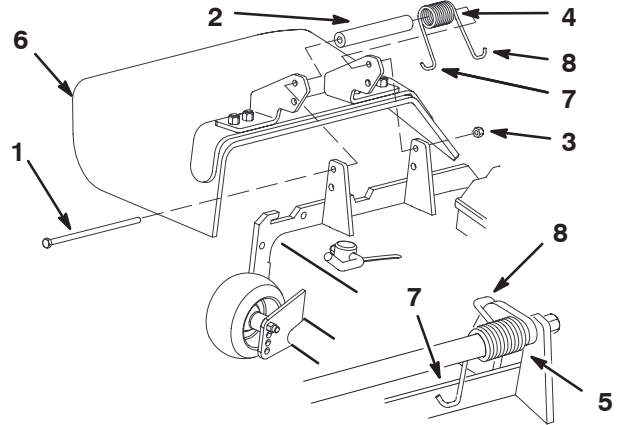

Bild 38
- Entfernen Sie die Sicherungsmutter, Schraube, Feder und das Distanzstück, mit denen das Ablenkblech an den Mähwerkbügeln befestigt ist (Bild 38). Entfernen Sie defekte oder abgenutzte Ablenkbleche.
- Legen Sie das Distanzstück und die Feder zwischen die Ablenkblechhalterungen (Bild 38). Positionieren Sie das linke Hakenende der Feder hinter der Kante des Mähwerks.
Hinweis: Stellen Sie sicher, dass sich das linke Hakenende der Feder hinter der Mähwerkkante befindet, bevor Sie die Schraube einführen, siehe Bild 38.
- Setzen Sie die Schraube und Mutter ein. Legen Sie das rechte Hakenende der Feder um das Ablenkblech (Bild 38).